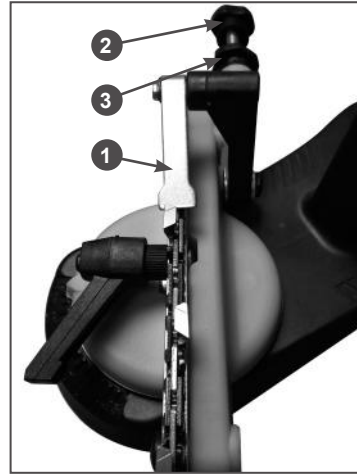

Рис. 18 Положение упора
- Поверните упор (Рис. 18 п.1) вправо.
- Отрегулируйте болтом (Рис. 18 п.2) положение упора так, чтобы он уперся в режущий зуб.
- Зафиксируйте это положение упора контргайкой (Рис. 18 п.3).